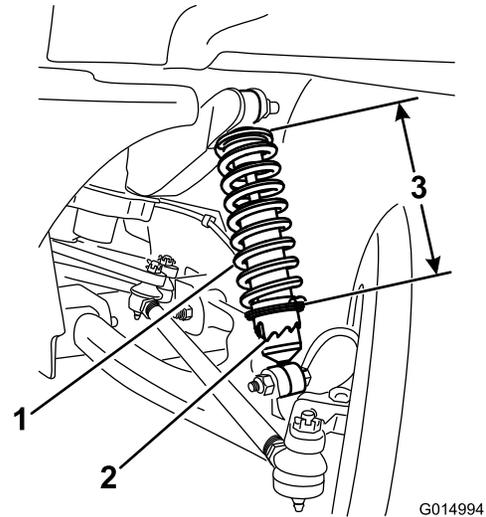

Bild 53
3. Drehen Sie die Manschette am Stoßdämpfer mit dem Werkzeug, Toro Nummer 6010, um die Länge der Feder zu ändern (Bild 53).